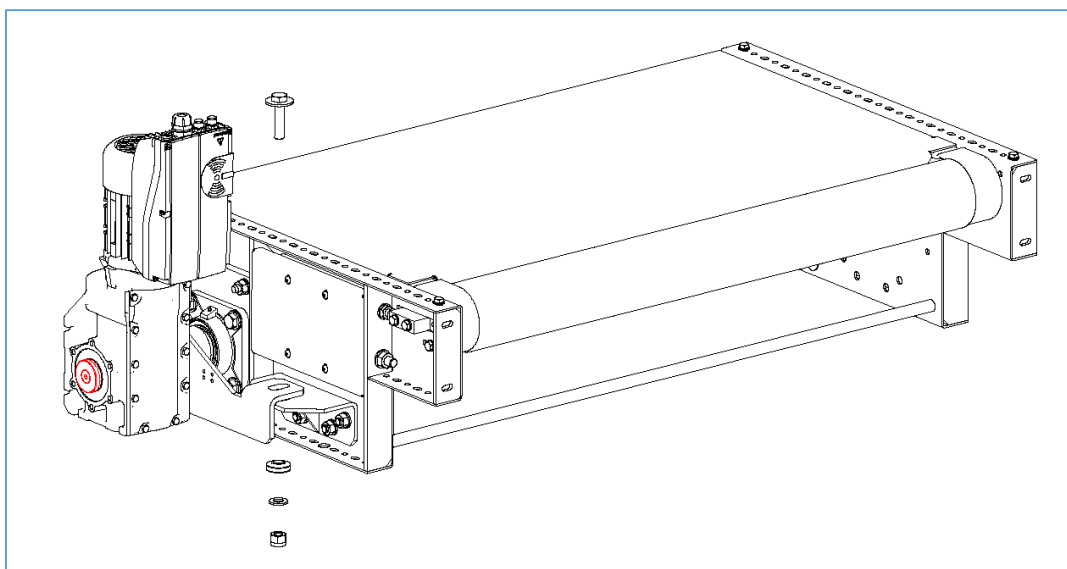

Figura 64 – Serraggio del motoriduttore all'albero di trasmissione
- l) Stringere la vite con la rondella per chiudere l'accoppiamento (vedere Figura 64).